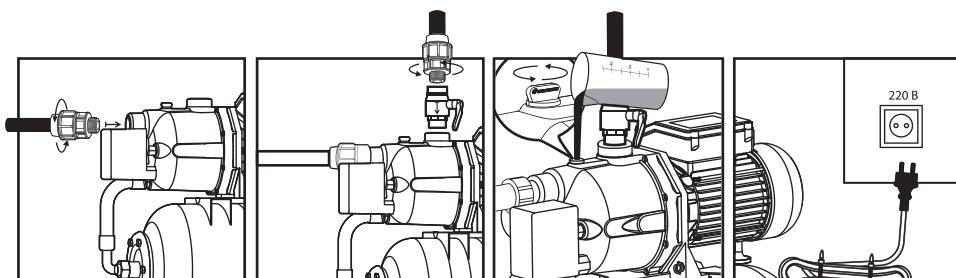

Рисунок 7
**При первоначальном пуске насоса-автомата с гидроаккумулятором необходимо** предварительно заполнить насос и всасывающую магистраль, оснащенную обратным клапаном с фильтром сеткой, водой через заливное отверстие. Для этого следует вывернуть пробку (рисунок 7), находящуюся в верхней части насоса и заливать воду до тех пор, пока из заливного отверстия не начнет вытекать вода без пузырьков воздуха. Установить